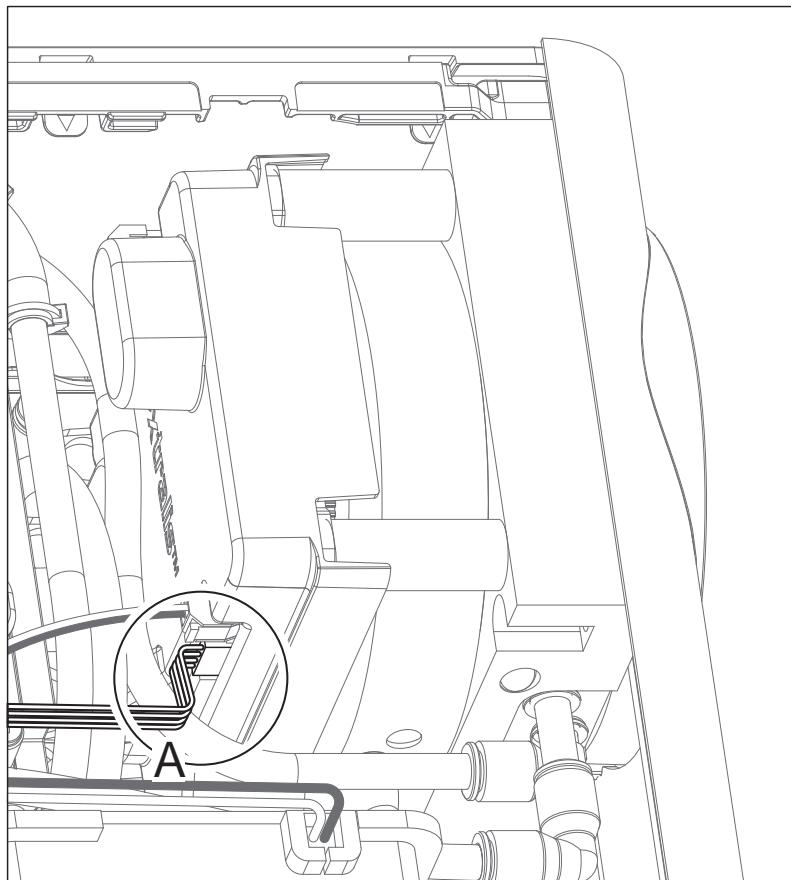

Рис. 7-25: Отсоединение кабеля передачи данных
4. Отсоедините 4-жильный кабель (A) от поворотного клапана (Рис. 7-25).